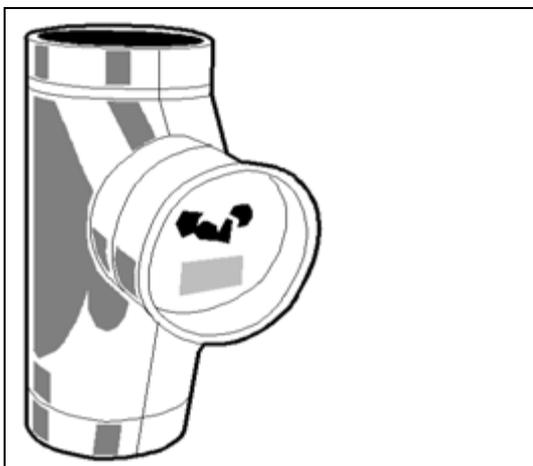

Рис. 1 Барометрический регулятор тяги
4. **Топливный насос, прилагаемый к воздухонагревателю, должен быть установлен на уровне бака или ниже** (см. схему на Рис.1). Этот насос вращается медленно, так что для прокачки ВСЕГО воздуха требуется несколько минут. Пузыри воздуха, пустоты и даже небольшие пульсации в топливном потоке от насоса недопустимы и должны быть устранены, чтобы обеспечить оптимальный поток топлива к горелке. В противном случае датчик пламени не зафиксирует достаточную яркость пламени и воздухонагреватель отключится.
5. Проведите топливную линию из медной трубки 3/8" или маслостойкий армированный шланг, от бака внутри помещения к топливному фильтру (см. схему на Рис.1), расположенному сбоку от насоса (Рис.2). Продолжите топливную линию от выпускного штуцера на насосе к соединительному фитингу, установленному на корпусе воздухонагревателя с левой стороны от горелки, у соединительного фитинга имеется гибкий топливный шланг, соединяющий его с горелкой (Рис.2).